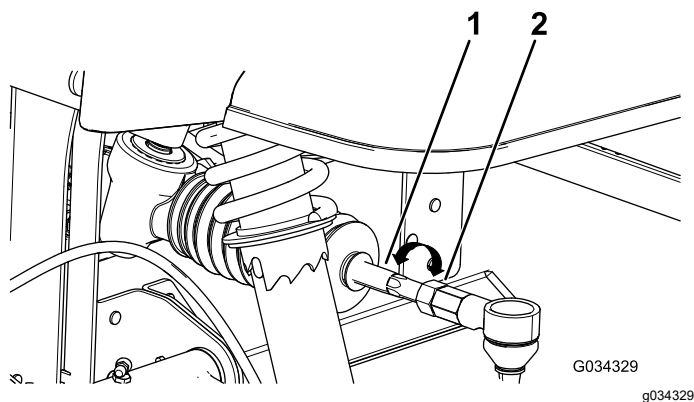

図 48
4. 前後の測定値の差が所定範囲  $0 \pm 3\text{mm}$  にならない場合は、タイロッドの外側端部にあるジャムナットをゆるめて調整を行う 図 48。